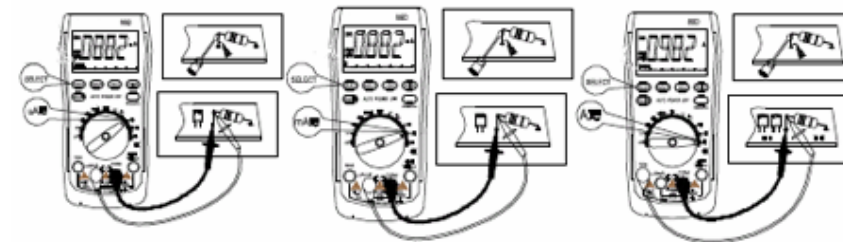

図 10-1
- 1: 黒い測定コードを COM 端子に、赤い測定コードを μ AmA 端子、または 10A 端子に差し込んでください (図 10-1)。